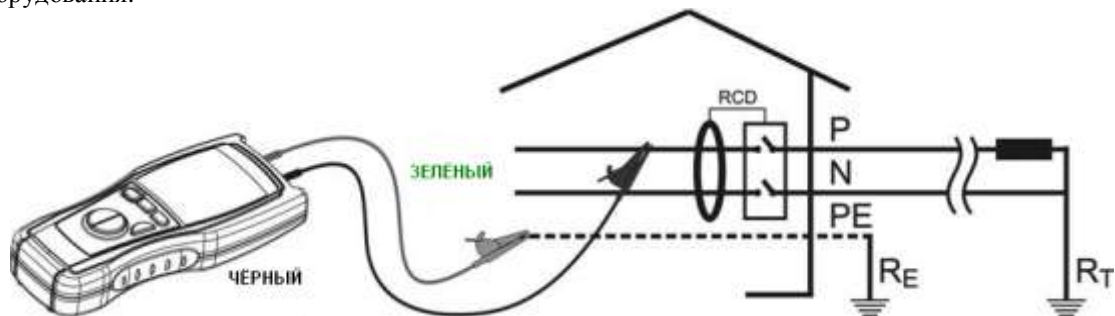

Рис.10: Схема подключения прибора для измерения изоляции (режим $M\Omega$)
6. Подключите к концам проводов или точкам цепи, между которыми надо измерить сопротивление изоляции измерительные провода прибора, как изображено на **рис. 10**